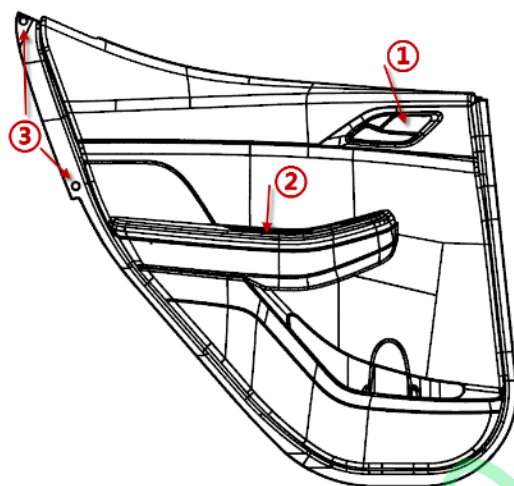

图1 后门板拆卸示意
门护板总成通过螺栓和卡扣安装在车门钣金上，如图1所示，按图中①-⑥的顺序拆卸：